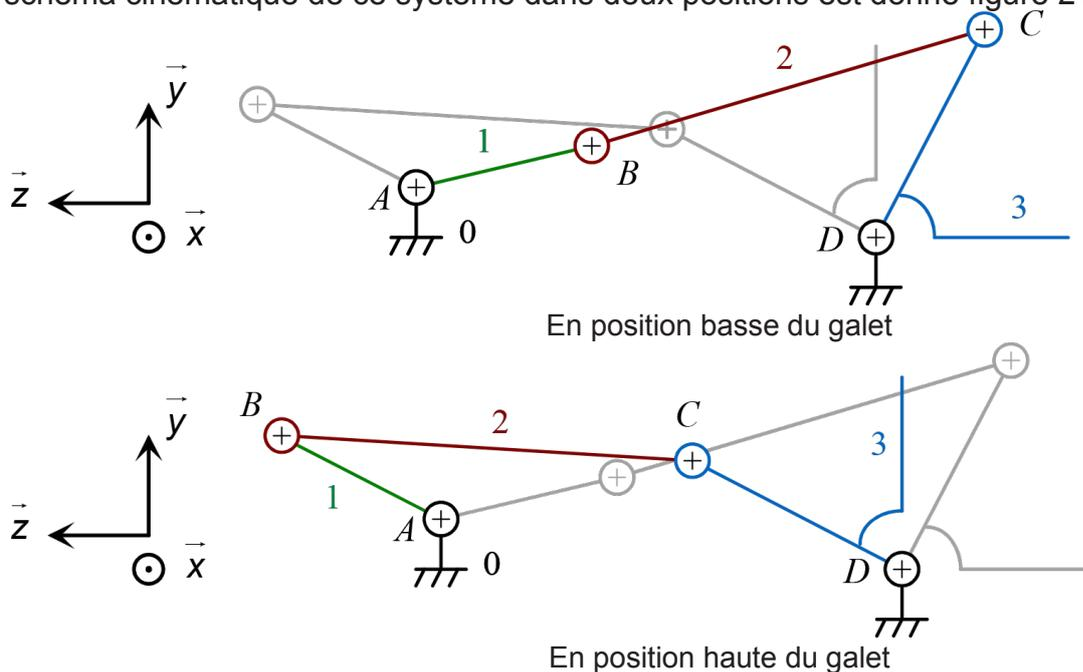

Figure 21 – Schéma cinématique de la grenouillère
Le schéma cinématique de ce système dans deux positions est donné figure 21.
- Question 66** Expliquer l'irréversibilité du mécanisme de grenouillère en utilisant la figure 21.